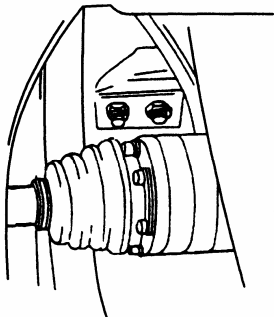

图 12-22 拆下转向横拉杆的固定螺母
(1) 拆卸。
- ① 支撑起车辆。
- ② 排放转向液压油。
- ③ 拆下转向横拉杆的固定螺母，如图 12-22 所示。